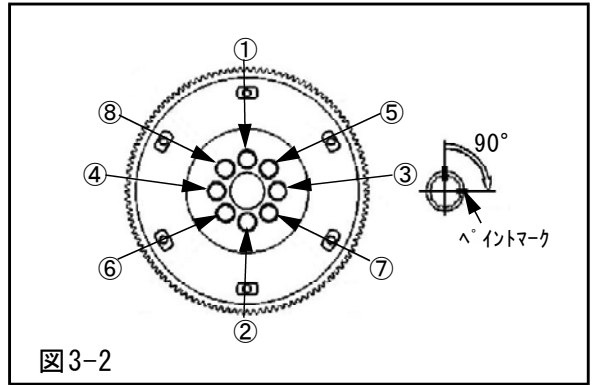

図3-2
- (2) 別途購入したトヨタ純正フライホイールボルト(8本)を用いてフライホイールをクランクシャフトに取付け、専用工具を使用してクランクシャフトを固定し、フライホイールボルトを図中の番号順に(対角線上)規定トルクで締付けてください。(図3-2) (P6×1)
ペイントマークを目印にして、フライホイールボルトを図中の番号順に90度締付けてください。ペイントマークがすべて右側にある事を確認してください。(図3-2)